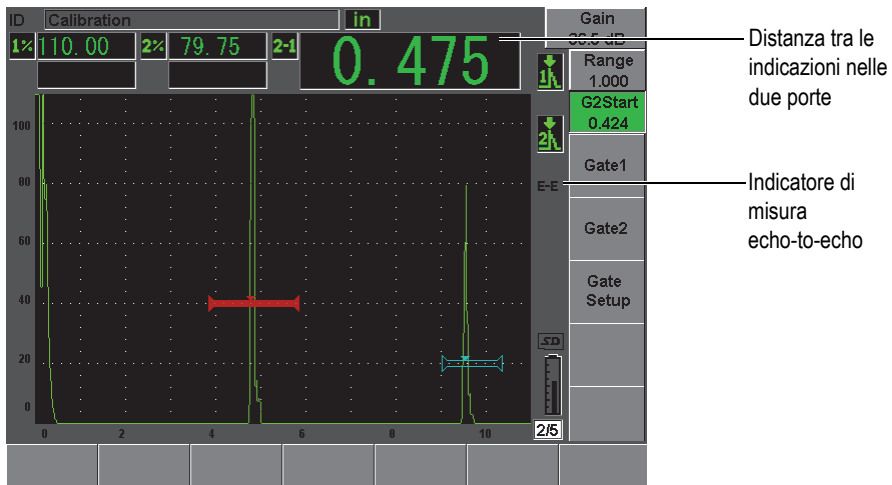

Figura 8-6 Esempio di misura echo-to-echo
2. Come mostrato nell'esempio della Figura 8-6 alla pagina 143, posizionare la porta 1 sulla prima eco da rilevare ed in seguito posizionare la porta 2 sulla seconda eco da rilevare.